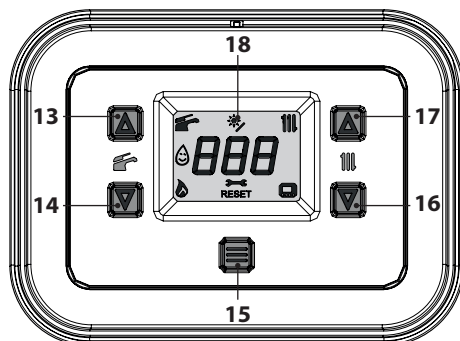
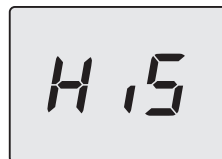
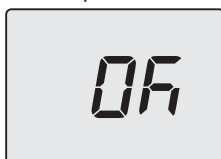

Figura 9.1
Figura 9.2
Figura 9.6
- Entrare in "modalità programmazione" premendo contemporaneamente per 5 secondi i tasti 14 e 16 (Figura 9.1) fino a far apparire sul display LCD le lettere **HiS** che indicano il menu "Storico delle caldaia" (Figura 9.2).
- Premendo il tasto 15 (Figura 9.1) si ottiene la conferma del valore inserito. Il display visualizzerà per 5 sec. quanto segue (Figura 9.6) poi, si porterà al livello superiore.
- tenere premuti contemporaneamente i tasti 14 e 16 per 5 sec. (Figura 9.1) (ritorno al livello precedente).